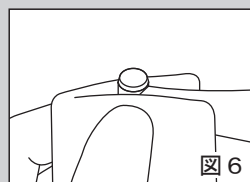

図6
- ・ハンドピース内の余分なオイルを排出するために空運転する場合は、バーを取り外したまま15秒ほど空運転してください。その際、オイル飛散を防ぐため、ヘッドに布等をあてがう場合は、プッシュボタンを押さないように注意してください(図6)。バーが取り付けられなくなる恐れがあります。